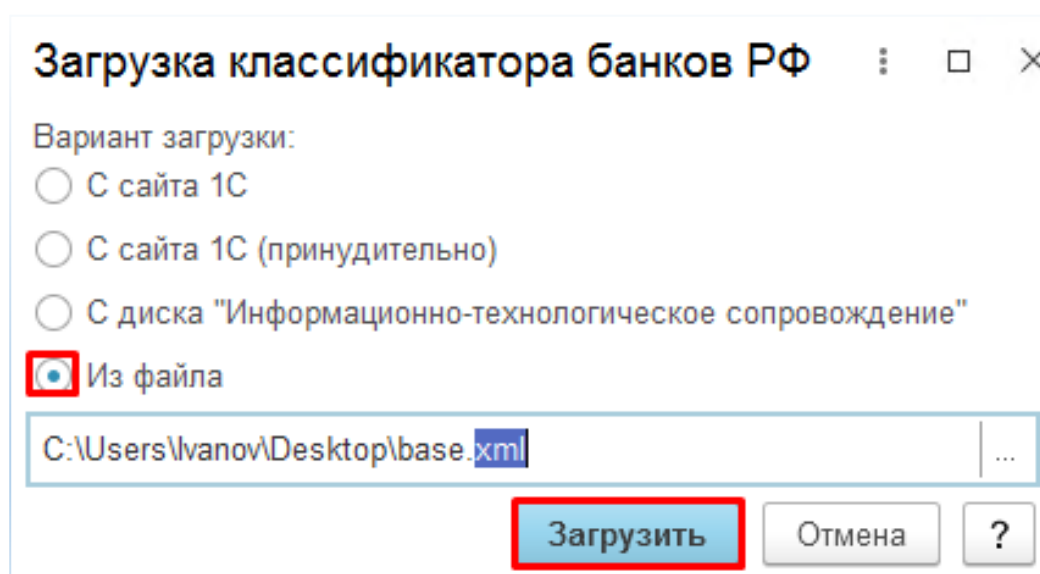

Рис.1
3. Указываем путь к файлу. Нажимаем кнопку Загрузить (рис.1)